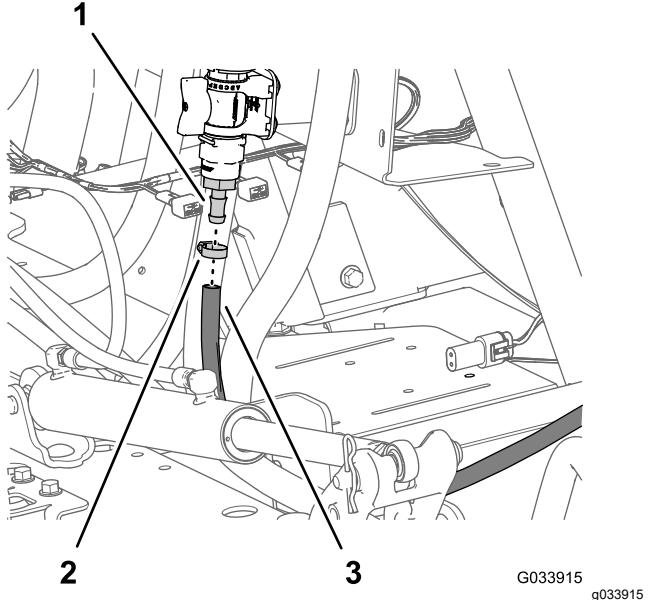

图 36
- 将喷枪杆软管安装到控制阀的宝塔形软管接头上并使用软管夹将软管固定到接头上 图 36。